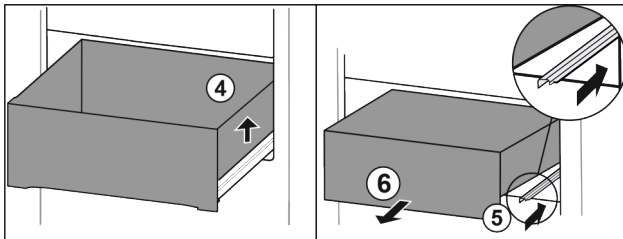

Fig. 93
- ▶ Ridicați sertarul din dreapta. Fig. 93 (4)
- ▶ Inșerați șina din dreapta. Fig. 93 (5)
- ▶ Extrageți sertarul spre înainte. Fig. 93 (6)